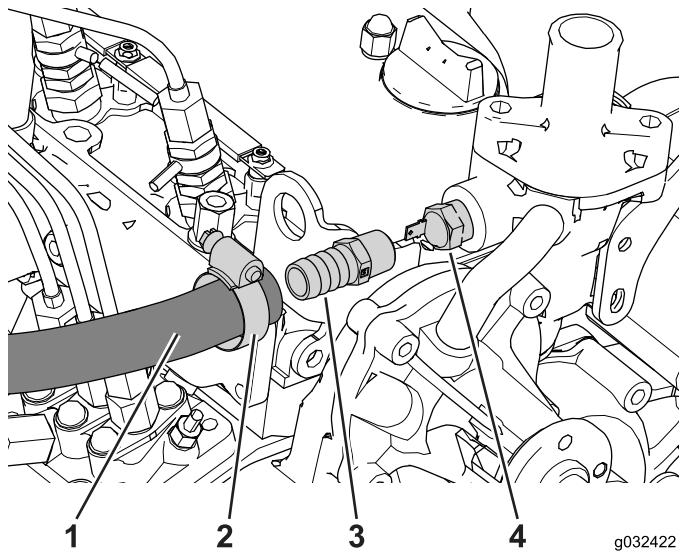

図 20
- 2. 温度センサーの配線を外してセンサーを取り外す図 20。
6. ホースの端部にホースクランプを嵌める図 20。
7. 図 20 のように、ストレートフィッティングにホースに接続し、クランプ $\frac{1}{2}$ " -  $1\frac{1}{4}$ "で固定する。